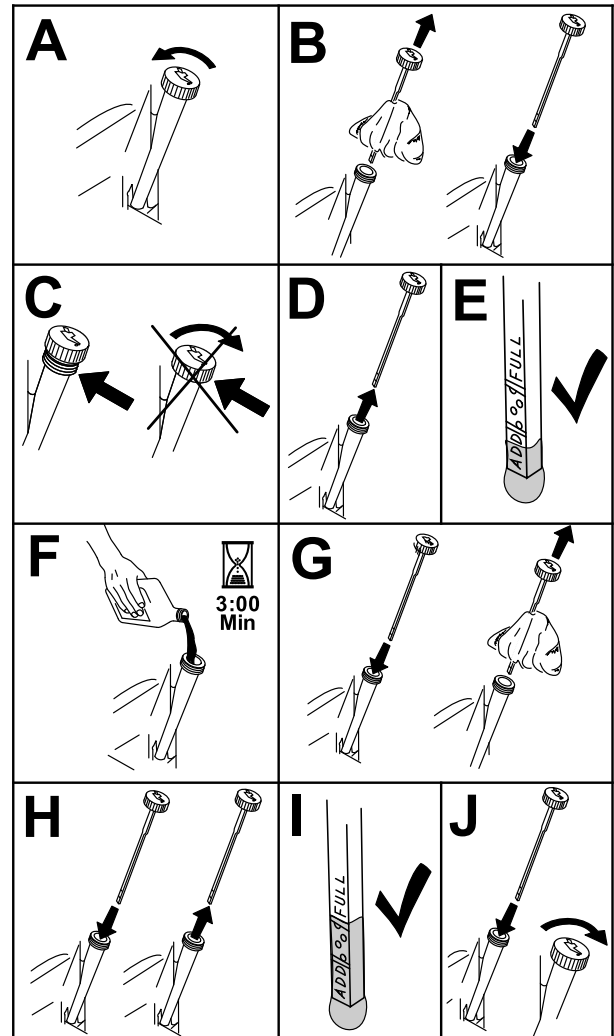

Figure 48
3. Pour éviter de faire tomber de l'herbe, de la poussière, etc., dans le moteur, nettoyez la surface autour du bouchon de remplissage-jauge d'huile, avant de l'enlever (Figure 48).